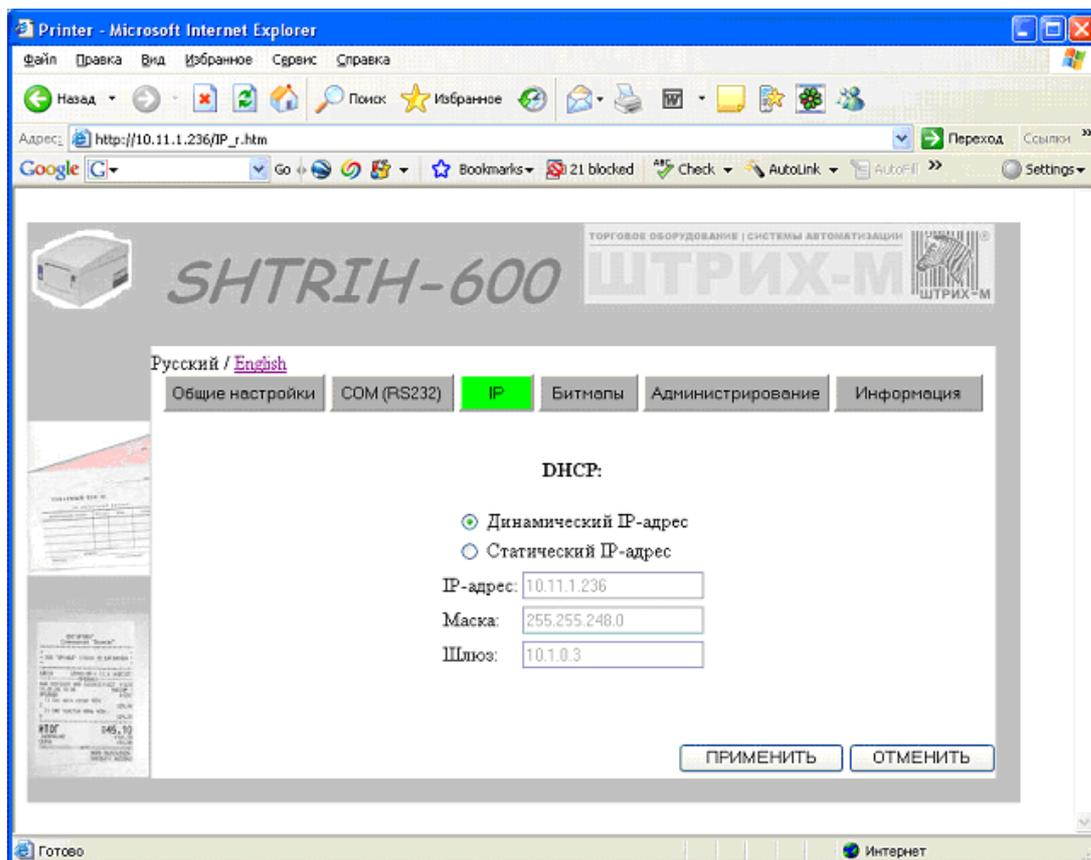

Рис. 8. Настройка IP-адреса
- через WEB-браузер на вкладке «IP» (Рис. 8) установите принтеру необходимый адрес;